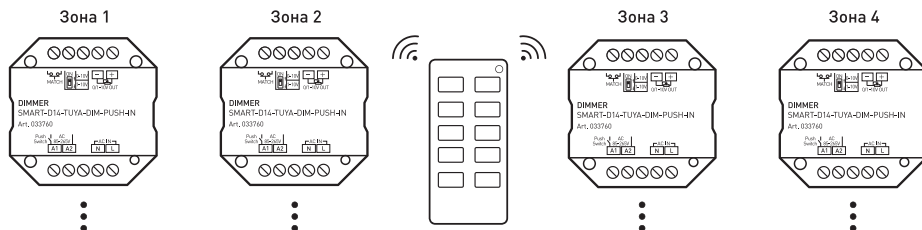

Рисунок 4. Вариант построения системы с 4-х зонным пультом дистанционного управления
- 3.13. При использовании многозонных пультов ДУ или панелей можно построить разветвленную систему управления (рисунок 4).